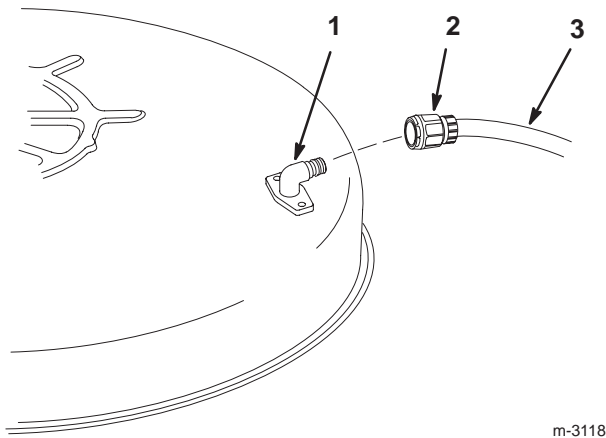

Bild 32
5. Drehen Sie eine Schlauchkupplung auf die Kupplung am Mähwerk-Spülanschluss und drehen das Wasser mit starkem Druck auf (Bild 32).